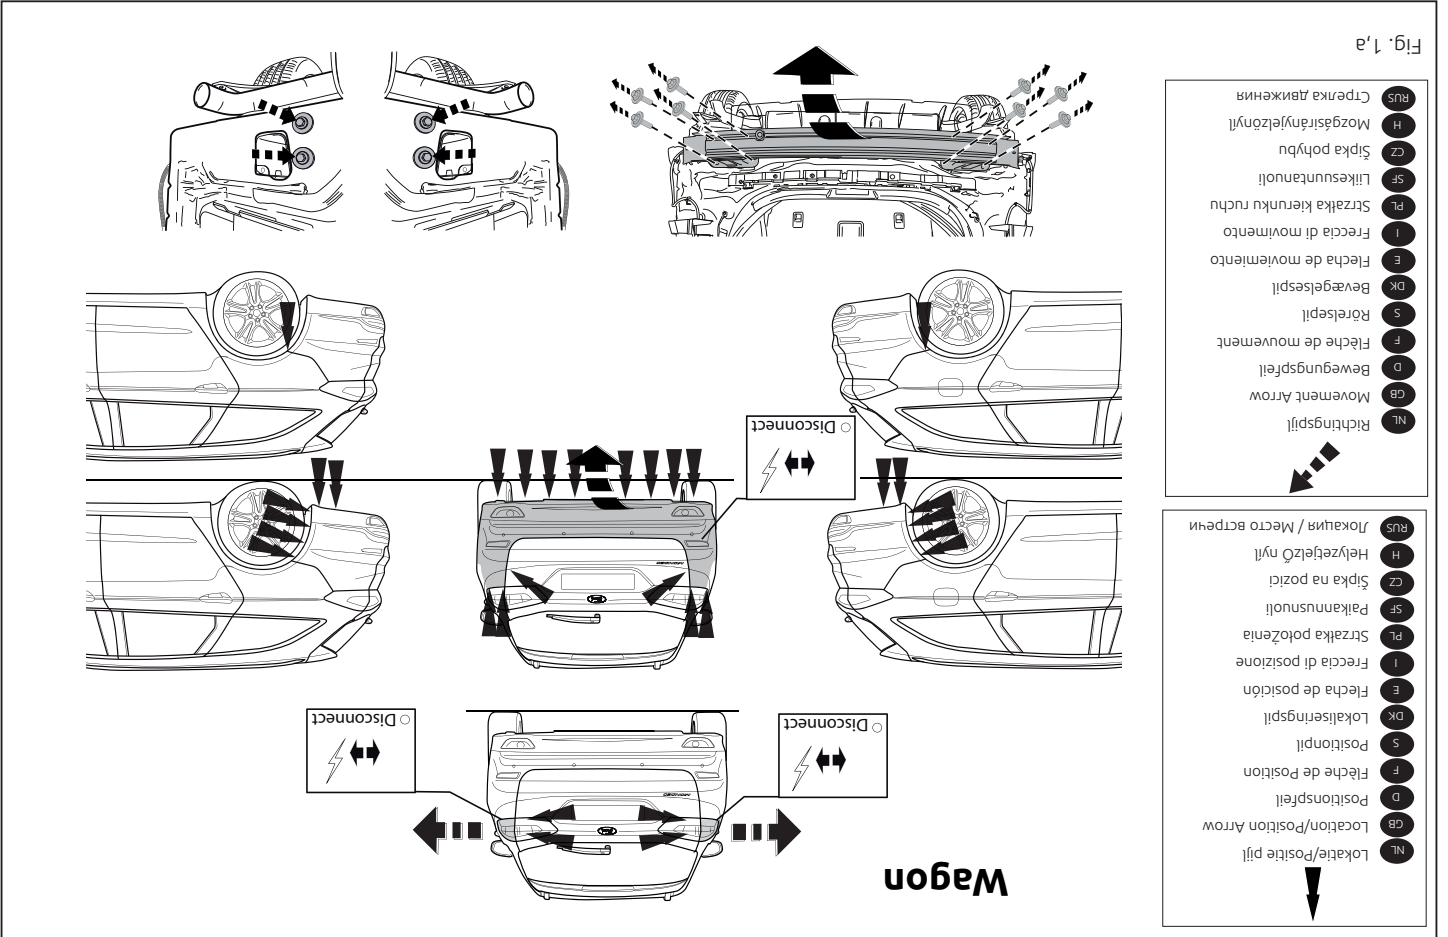

Fig. 1.a
1. Remove the bumper and the steel buffer beam from the vehicle. The buffer beam will no longer be needed. Replace the bolts and nuts. See figure 1, 1a.
1. Die Stoßstange einschließlich des stählernen Stoßbalkens vom Fahrzeug abmontieren. Der Stoßbalken wird nicht mehr benötigt. Schrauben und Muttern wieder anbringen. Siehe Abbildung 1, 1a.
1. Déposer le pare-chocs du véhicule y compris la traverse en acier; la traverse ne sera plus utilisée. Remettre les boulons et écrous de fixations en place. Voir la figure 1, 1a.
1. Monter kofangeren, inklusive køretøjets stålstedbjælke. Stålstødbjælken skal ikke længere anvendes. Sæt boltene og møtrikker på plads igen. Se fig. 1, 1a.